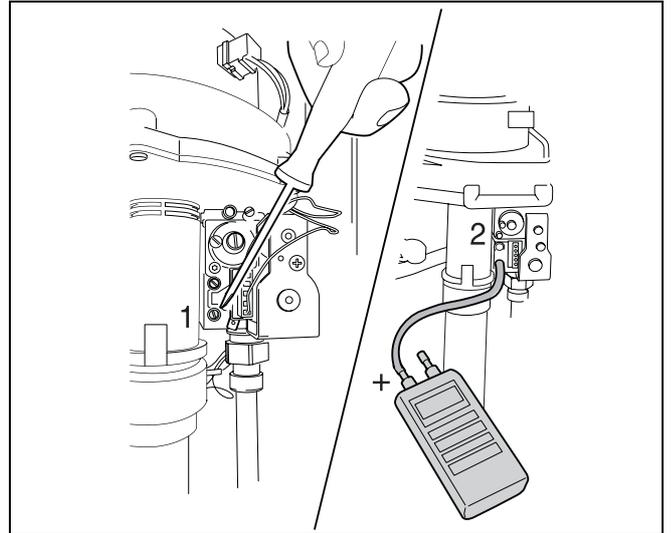

Abb. 27 Gasvordruck messen
- Dichtungsschraube im Anschlussdruck-Messnippel leicht lösen und einen nach außerhalb des Gebäudes führenden Schlauch anschließen (Abb. 27).
- Schlauch entfernen und die Dichtungsschraube am Anschlussdruck-Messnippel festdrehen (Abb. 27).
- Schraube im untersten Messnippel (Anschlussdruck-Messnippel) zwei Umdrehungen öffnen (Abb. 27, Pos. 1).
- Einen Schlauch am Messgerät auf den Anschlussdruck-Messnippel aufstecken (Abb. 27, Pos. 2).